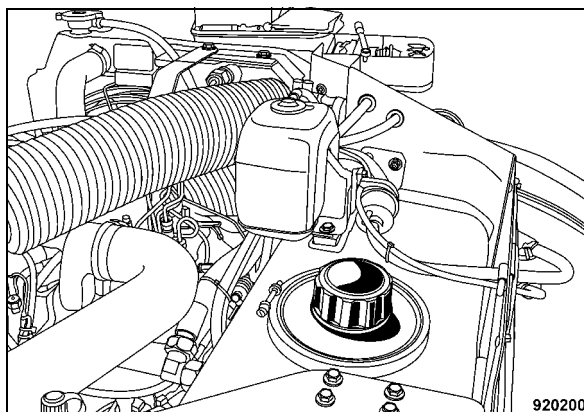

Fig. 127
- Rimuovere il tappo di chiusura del serbatoio dell'olio idraulico (Fig. 127).